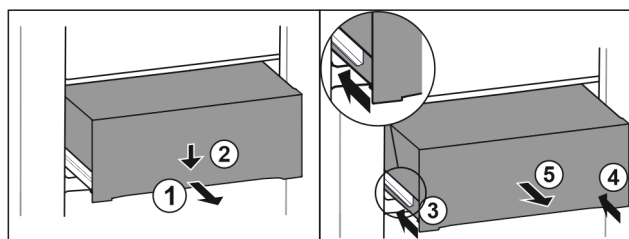

Fig. 91
- ▶ Predal izvlecite do polovice. *Fig. 91 (1)*
- ▶ Predal na sprednji strani potisnite navzdol. *Fig. 91 (2)*
- ▶ Levo vodilo potisnite približno 2 cm noter. *Fig. 91 (3)*
- ▶ Desno vodilo potisnite približno 2 cm noter. *Fig. 91 (4)*
- ▶ Predal vzemite ven v smeri naprej. *Fig. 91 (5)*